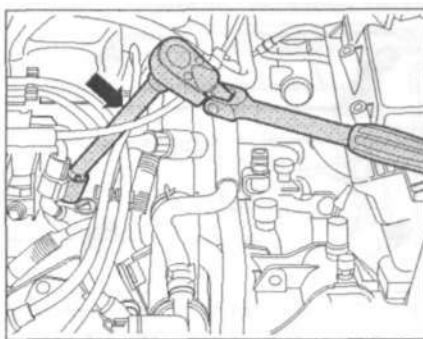

Рис. 2.19. Выкрутите свечи с помощью ключа 3122 В (стрелка) для свечей зажигания.
10. Выкрутите свечи с помощью ключа 3122 В (стрелка) для свечей зажигания (рис. 2.19).